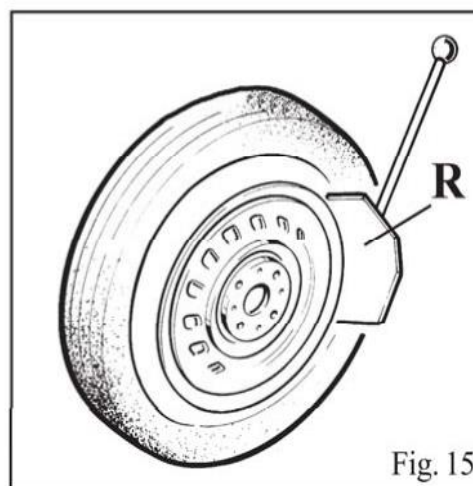

Fig. 15
- Posicione a roda contra os batentes de borracha no lado direito do trocador de pneus (S).
- Posicione o destalonador (R) contra o talão do pneu a uma distância de cerca de 1 cm do aro (fig. 15). Preste atenção na lâmina, que deve operar corretamente no pneu e não no aro.
- Pressione o pedal (U) para ativar e solte-o quando a lâmina atingir o final de seu curso ou, em qualquer caso, quando já estiver com o pneu totalmente solto.